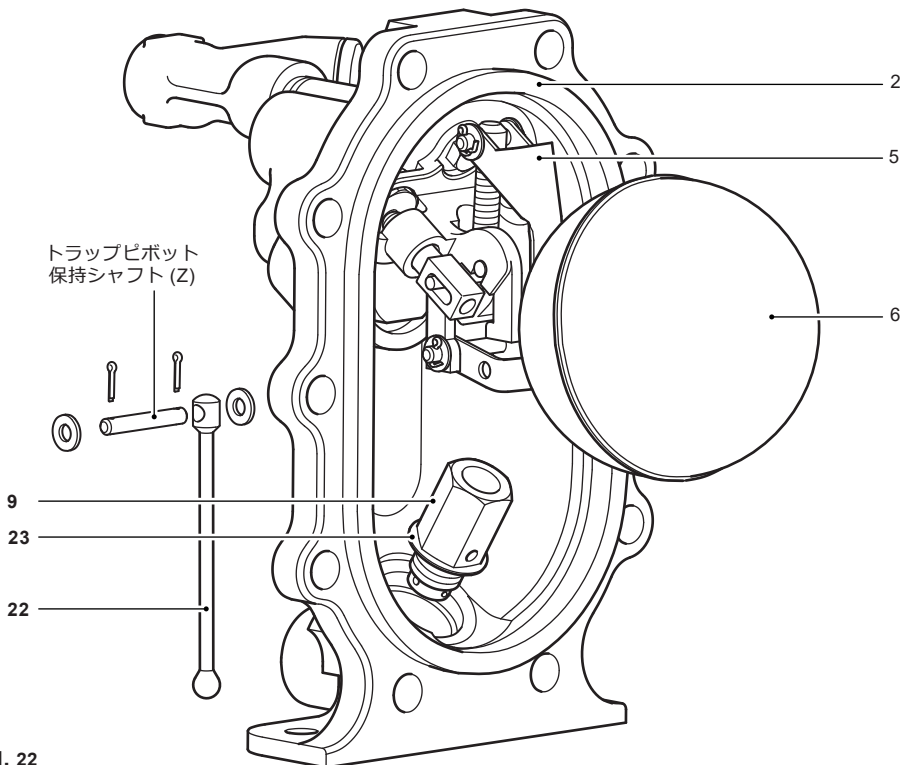

図. 22
4. トラップピボット（Z）（図22 参照）から割ピン、ワッシャー、シャフトを取り外してください。